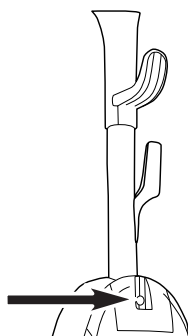

Fig. 1
2. Alignez le petit trou de la poignée avec le petit trou de l'aspirateur et insérez la vis. Assurez-vous que la vis est correctement serrée (Fig. 1).